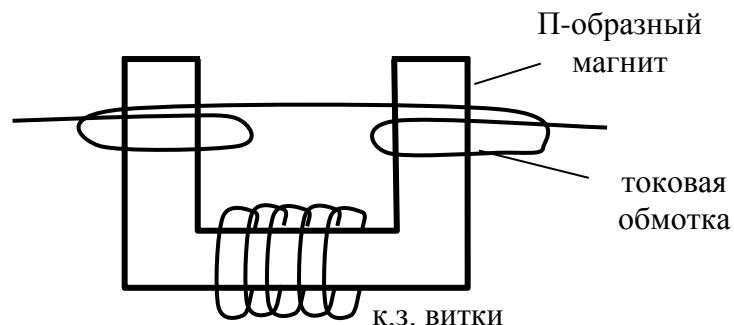

Рисунок 5
- 2) Короткозамкнутые витки на П – образном магнитопроводе для грубой регулировки (рисунок 5)
- 3) Короткозамкнутый виток с регулируемым сопротивлением для точной регулировки (рисунок 5)